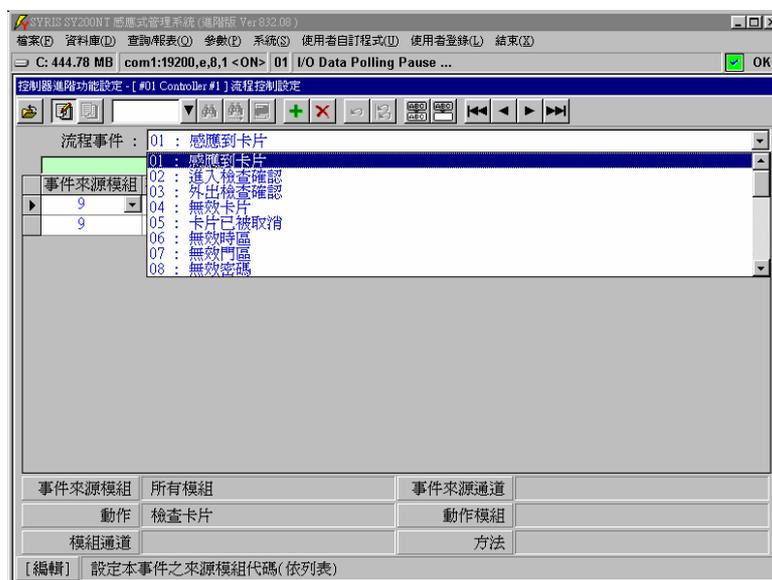

图 10-4 流程控制之事件选择
5. 点选”流程事件”右方 ，选择欲规划之事件，如图 10-4 所示。